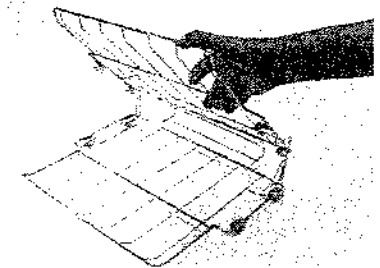

Fig. 27
- 4 | Ponha as prateleiras na posição paralela entre si (Fig. 27).